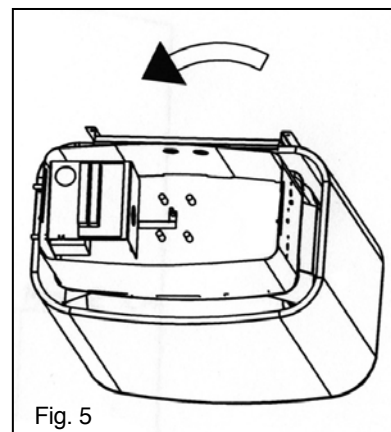

Fig. 5
- După care întăriți partea inferioară a cutiei electrice și mâinerele termostatlui și taimerului (vezi Fig. 5).